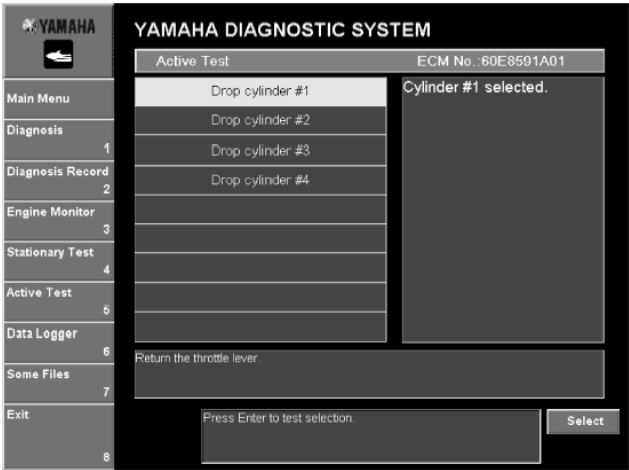

Рис. 88
1. Выбрать, на каком цилиндре будет пропускается зажигание и подача топлива или на щелчком по ним или на нажатием клавиши курсора вверх или вниз на клавиатуре. (Рис. 88)
2. Щелкнуть **Выбор(Select)** или нажать клавишу Enter на клавиатуре. (Рис. 88)